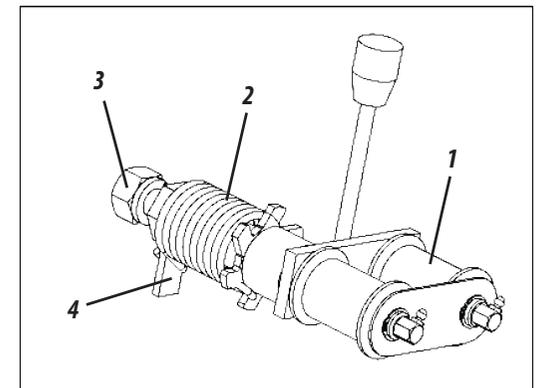

Figura 60
3- En las ruedas compactadoras (6) aflojar los tornillos y arandelas (7), quitar el cubo (8) e introducir grasa nueva. Vuelva a colocar el cubo (8) en las ruedas compactadoras (6) y fíjelo con los tornillos y arandelas (7), **como se muestra en la Figura 60.**